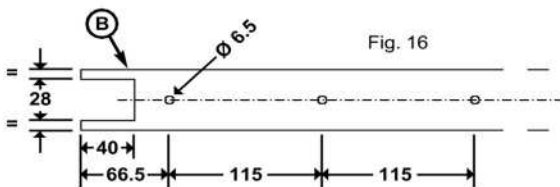

Fig. 16
- Perfore el travesaño superior **B** de la hoja siguiendo las indicaciones en toda la longitud del travesaño (Fig 16).